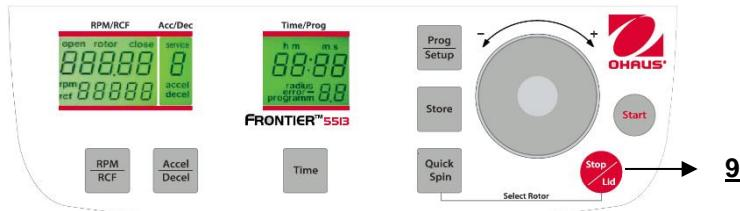

Figura. 25
Con el botón "Stop/Lid" (9) (vea la Figura 25) puede interrumpir la operación en cualquier momento. Después de presionar el botón, la centrífuga se desacelera con la intensidad preseleccionada en descenso hasta parar completamente. Después de que el rotor se haya detenido completamente, pulse la tecla "Stop/Lid" para abrir la tapa.